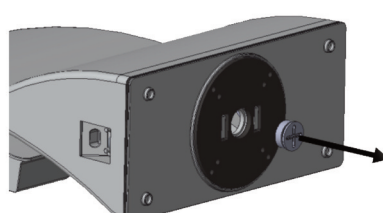

Fig. 6
7. Utilisez un tournevis plat pour dévisser le capuchon à l'arrière de la plaque de montage du boîtier de dérivation (**Figure 6**).